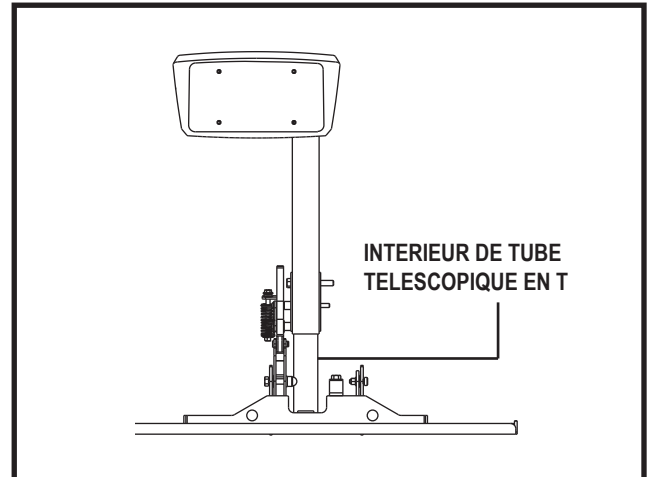

Figure 25. Entretien de la structure de l'appareil de levage
- Nettoyez et lubrifiez l'intérieur du tube télescopique en T. Utilisez une graisse toute saison au lithium seulement. **Voir la figure 25.**